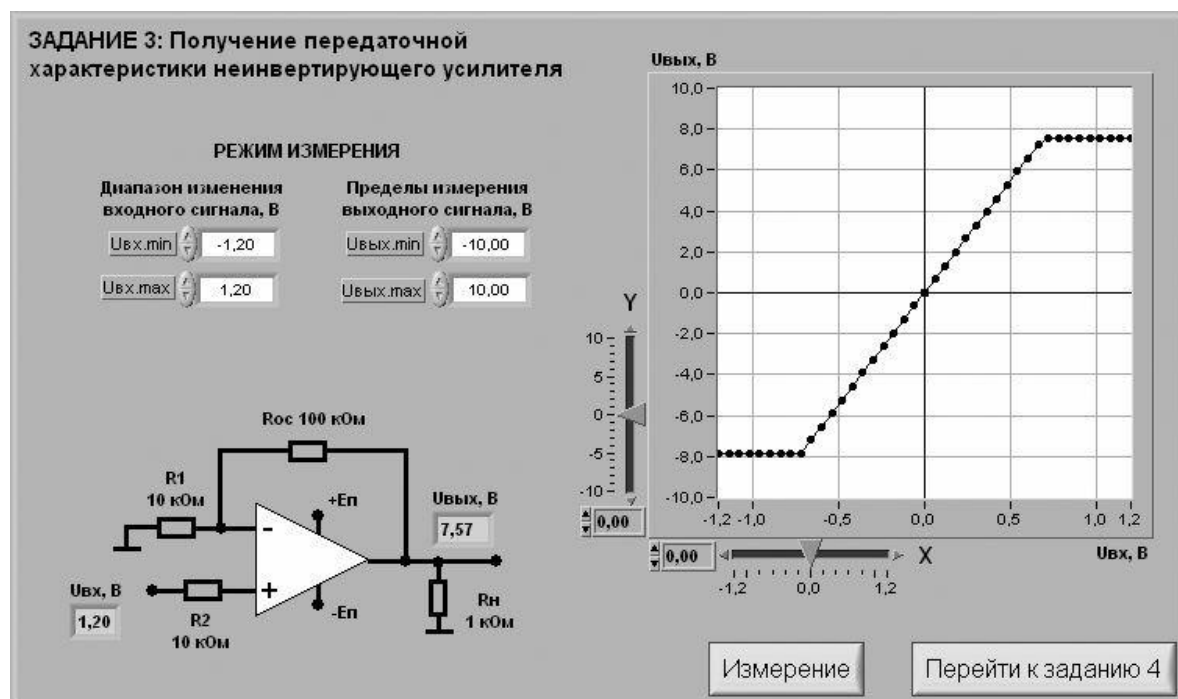

Рис. 2.13. Лицевая панель ВП при выполнении задания 3
2.4. Нажмите на передней панели ВП кнопку «Перейти к заданию 3», на экране появится лицевая панель ВП, необходимая для выполнения задания 3 (рис.2.13).